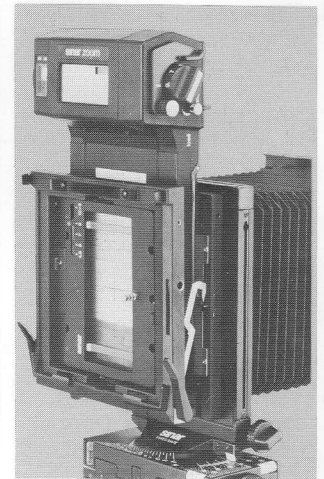

Fig.10
- 5.1. Kassette in Kamerarückwand einschieben (Fig.10).
- 5.1. Insert the holder into the camera back (fig. 10).
- 5.1. Introduire le châssis dans le dos (fig. 10).